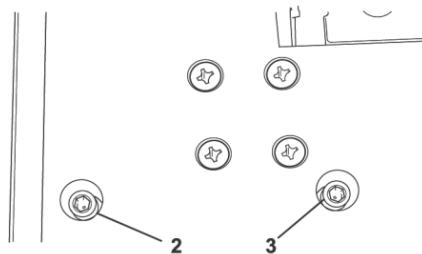

Fig. 10 – Ajuste del ángulo
5. Si fuera necesario ajustar el ángulo, en la base de la máquina existen dos pernos Allen de regulaje. El perno Allen (2) regula el ángulo de  $0^{\circ}$  y el perno (3) es para el regulaje del ángulo de  $45^{\circ}$ , fig. 10
5 - Si fuera necesario ajustar el ángulo, en la base de la máquina existen dos pernos Allen de regulaje. El perno Allen (2) regula el ángulo de 0° y el perno (3) es para el regulaje del ángulo de 45°, fig. 10.